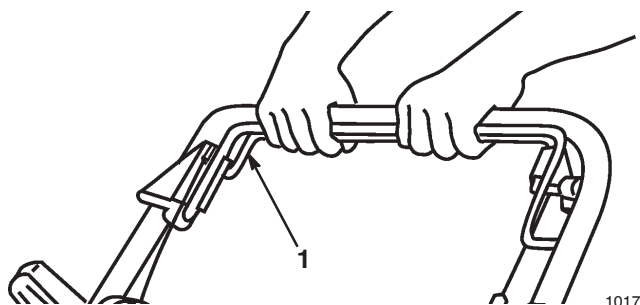

Figure 70
1. Pour engager le système d'autopropulsion, serrer et maintenir la barre de commande de traction contre le guidon (Fig. 70).